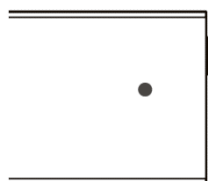

Bild 6
2. Richten Sie die Fernbedienung auf die LED Leuchten des Strahlers und drücken Sie die Tasten 'LOW', 'MED' oder 'HIGH', um die gewünschte Heizleistung einzustellen. (Bild 6, 7, 8)